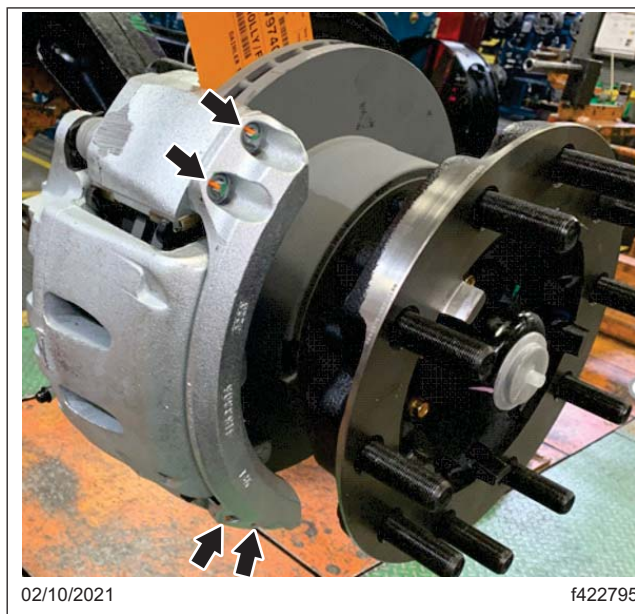

Fig. 4, Boulons de montage de la barre de renfort de l'étrier
7. Réglez une clé dynamométrique à 52 N·m (38 lbf·pi), puis serrez les boulons de fixation de la barre de renfort de l'étrier de chaque côté du véhicule. Reportez-vous à la **Figure 4**.